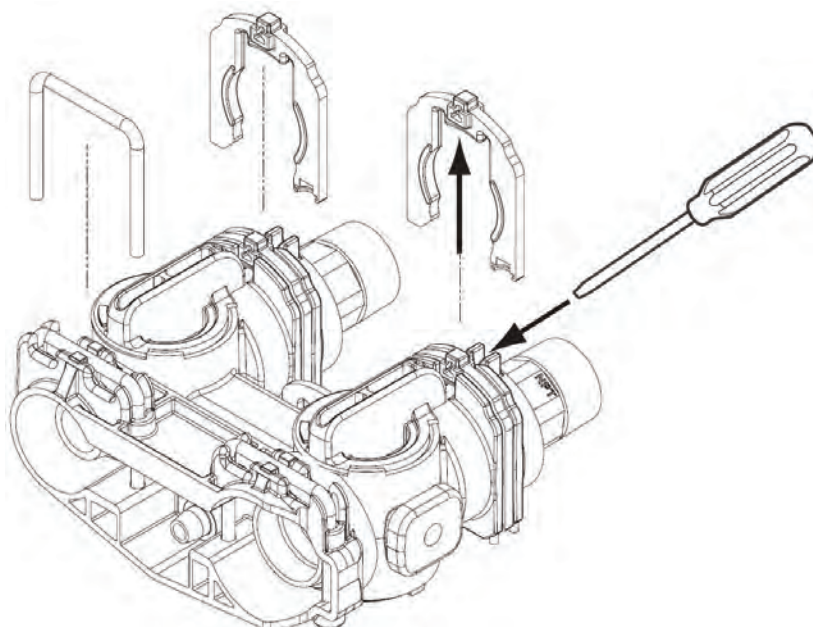

Figure 7 Ensemble de raccord
1. Rassembler les composants et un rouleau de ruban de téflon. Les adaptateurs de tuyau doivent être enlevés (figure 7 Ensemble de raccord).
3. Enlever l'attache en introduisant un tournevis à lame plate sous le centre supérieur de l'attache et en soulevant (en faisant levier) (figure 7 Ensemble de raccord).